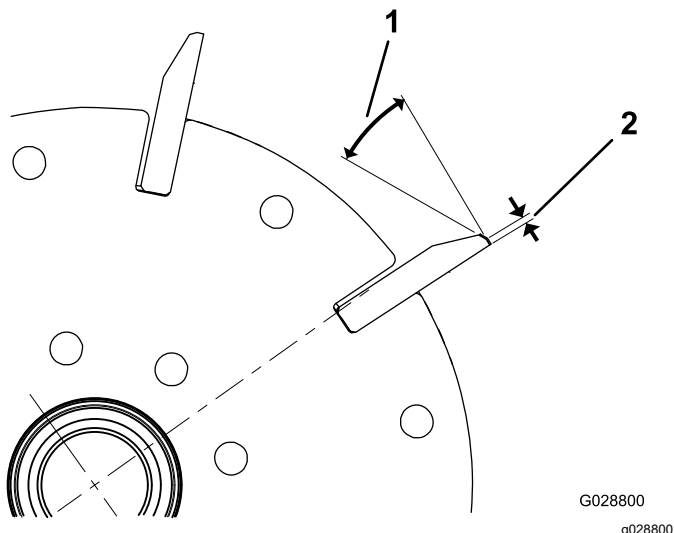

Figura 34
1. Aplique uma amolação de retificação de 30 graus em todas as lâminas do cilindro até que a folga tenha uma largura de 1,3 mm (Figura 34).